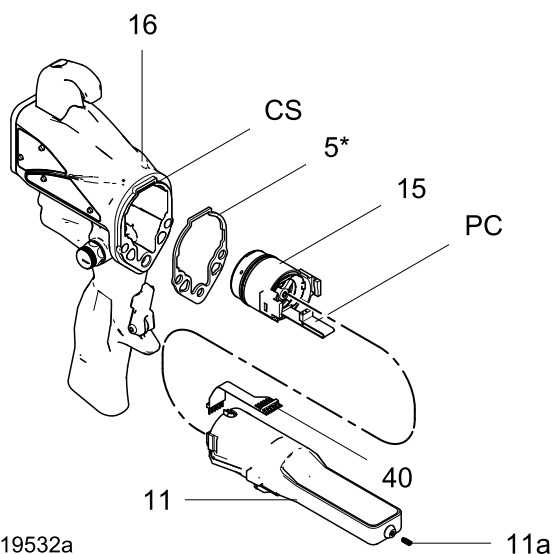
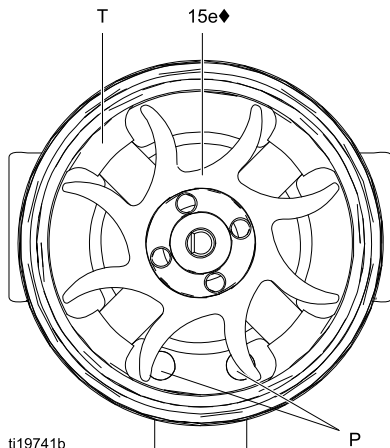

Figure 34 Voeding
Figure 35 Richting van de ventilator
7. Leg de spoelconstructie (15a) op een werkbank en houd deze vast met het ventilatoruiteinde omhoog. Verwijder de ventilator (15e) van de as (S) met een brede schroevendraaier.
10. Installeer de nieuwe onderste lager (15b1◆) op het lange deel van de as (S). De platste zijde van het lager moet van de magneet (M) af gericht zijn. Installeer de spoel (15a) zo dat de lagerbladen evenwijdig zijn aan het oppervlak van de spoel.
12. Leg de spoelconstructie (15a) op een werkbank en houd deze vast met het ventilatoruiteinde omhoog. Druk de ventilator (15e♦) op het lange deel van de as (S). De ventilatorbladen moeten gericht zijn zoals afgebeeld.
13. Druk de spoelconstructie (15a) voorzichtig in de voorkant van de behuizing (15d♦). De driedraadsconnector (PC) moet onder de breedste inkeping (W) van de behuizingslipjes komen, zoals te zien in Afb. 35. Let erop dat de spoeluitlijnpennen (P) zitten zoals in Afb. 34.
14. Draai de ventilator (15e) zodat de ventilatorbladen de vier lagerlipjes (T) aan de achterkant van de behuizing vrijmaken. Zorg dat de bladen van de onderste lager (15b1♦) op één lijn zijn met de lipjes.